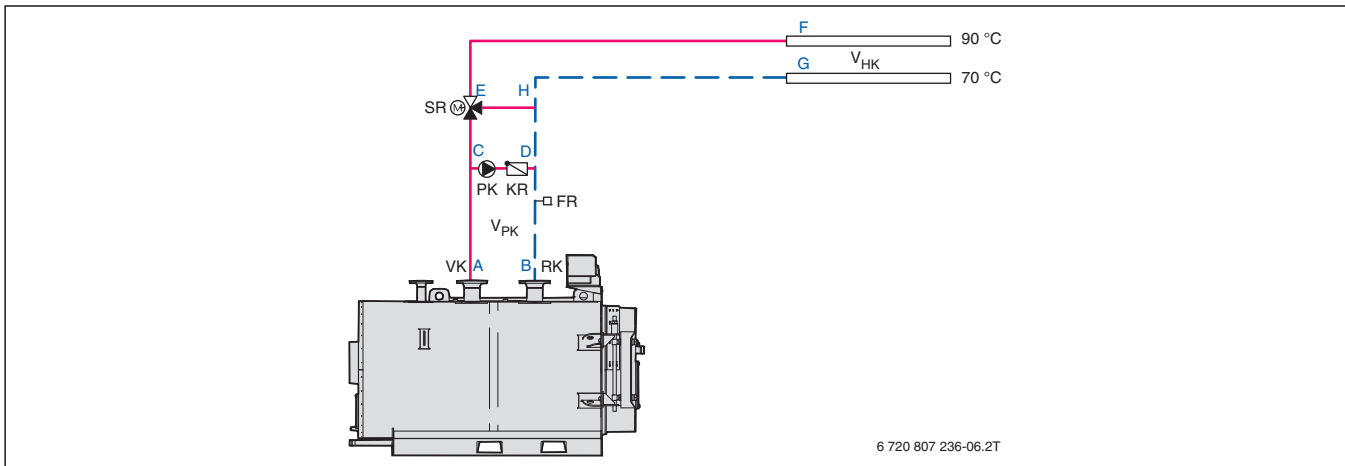

Рис. 26 Пример гидравлической обвязки системы с одним котлом Logano SK655 или SK755, в которой насос котлового контура установлен на байпасной линии
- местные сопротивления в котловом контуре (участок: A–C–D–B, → рис. 26)
- $\dot{V}_{PK} = 34400$ л/ч (участок: С–D, → рис. 26)
- $\dot{V}_{HK} = 51600$ л/ч (участки: С–F, D–G и E–H, → рис. 26)
- $\dot{V}_{Kges} \sim 86000$ л/ч (участки: А–С и В–D, → рис. 26)